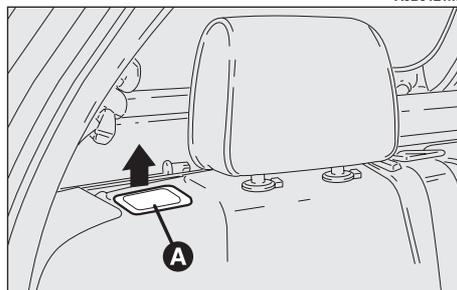
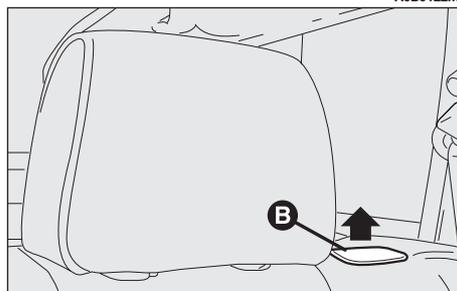

fig. 43
fig. 44
– Sbloccare il fermo degli schienali sollevando la maniglia (**A-fig. 43**) per lo schienale destro e la maniglia (**B-fig. 44**) per lo schienale sinistro.